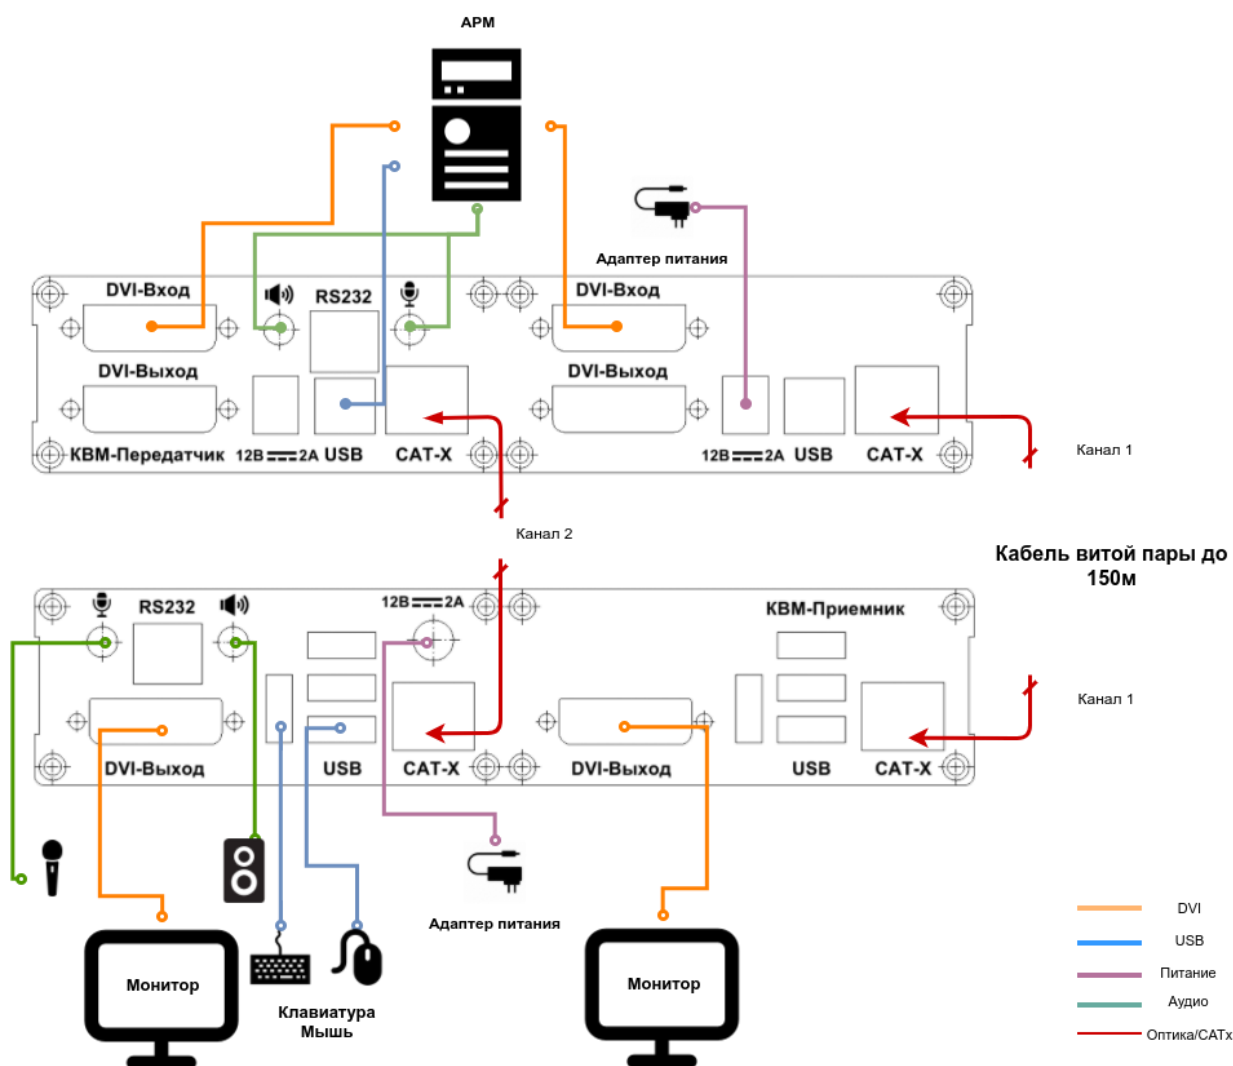

Рис. 3. Схема подключения кабелей
2. Подключите необходимые кабели (USB, Audio, Video) к портам приемника и передатчика согласно «Схеме подключения» (рис.3).
Подключите все кабели от компьютера и монитора к Изделию, как это показано на следующей схеме (рис.3). Соедините приемник и передатчик.